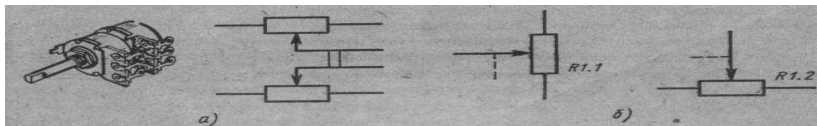

Рис. 10. Внешний вид и обозначение блоков с переменными резисторами.
- Для регулирования **громкости, тембра, уровня записи** в стереофонической аппаратуре, частоты в измерительных генераторах сигналов и т. д. применяют сдвоенные переменные резисторы, сопротивления которых изменяются одновременно при повороте общей оси (или перемещении движка). На схемах символы входящих в них резисторов стараются расположить возможно ближе друг к другу, а механическую связь показывают либо двумя сплошными линиями, либо одной штриховой (рис. 10,а).
- Если же сделать этого не удастся, т. е. символы резисторов оказываются на большом удалении один от другого, механическую связь изображают отрезками штриховой линии (рис. 10,б). Принадлежность резисторов к одному сдвоенному блоку показывают в этом случае и в позиционном обозначении (R1.1—первый — по схеме — резистор сдвоенного переменного резистора R1, R1.2 — второй).